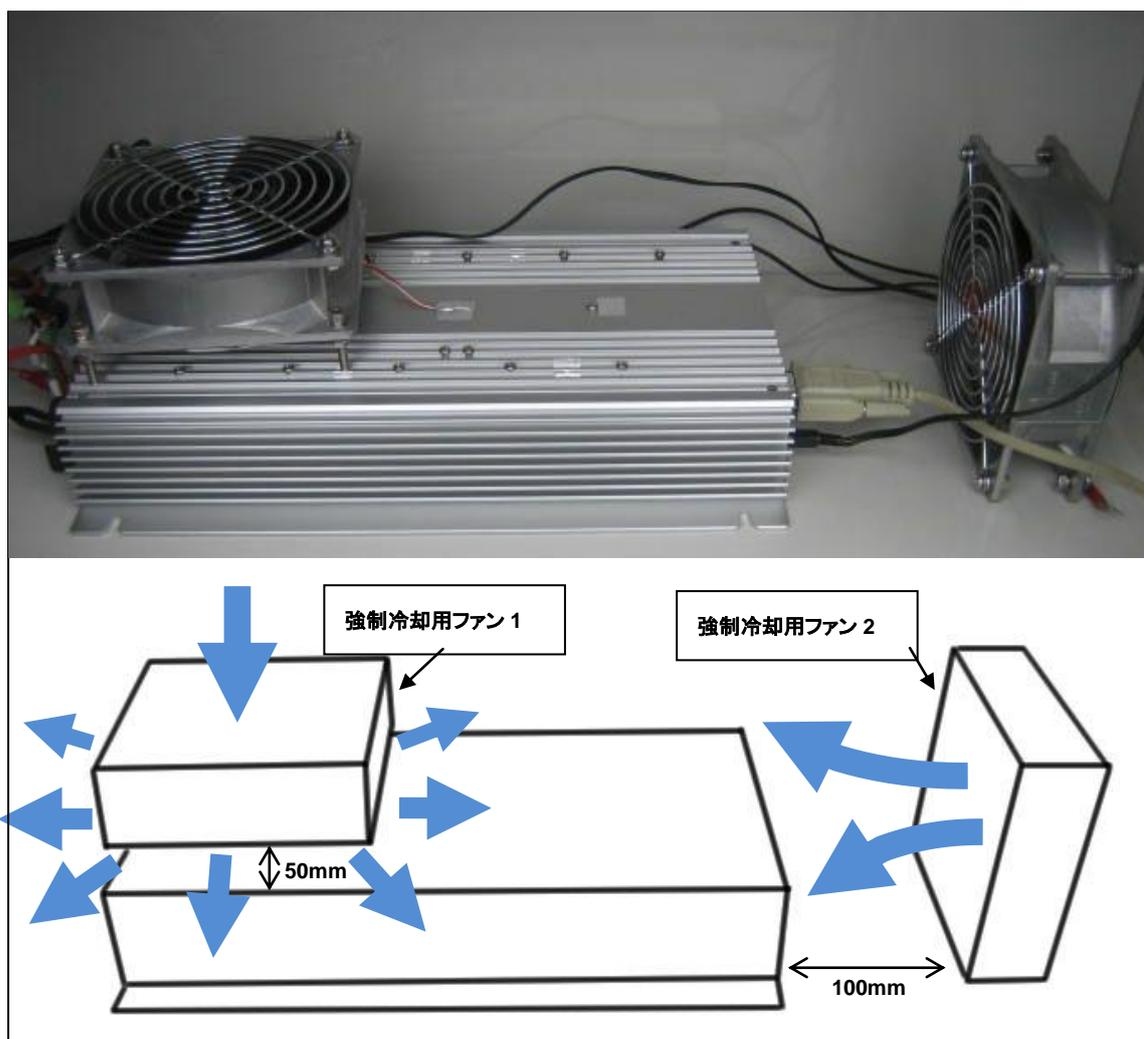

図 5-2-1. 推奨設置
- 3) 放熱効果を上げるため、外部に強制空冷用のファン 2 台を図 5-2-1 のように設置してください。